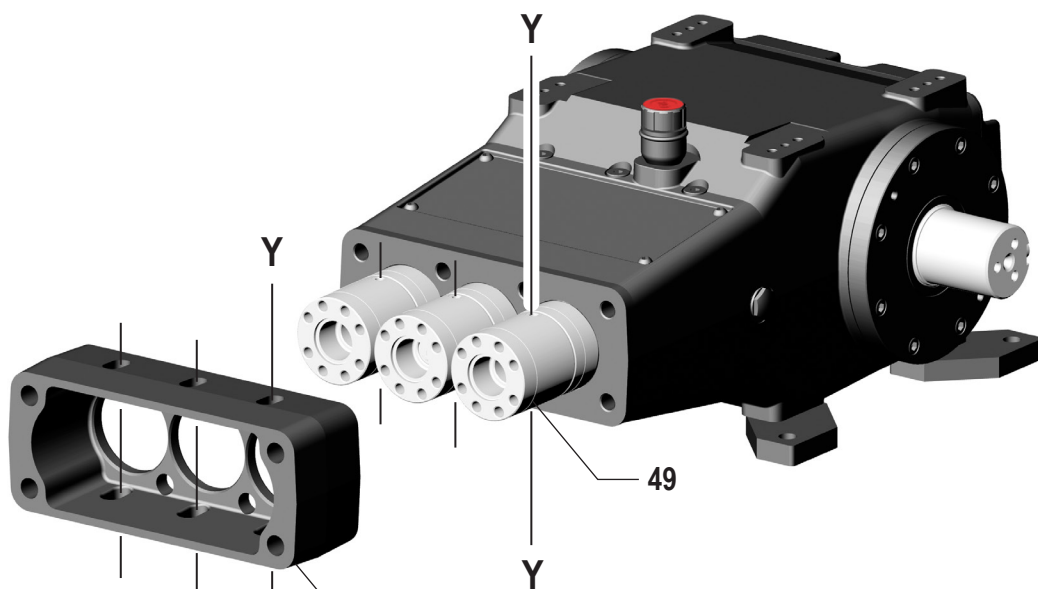
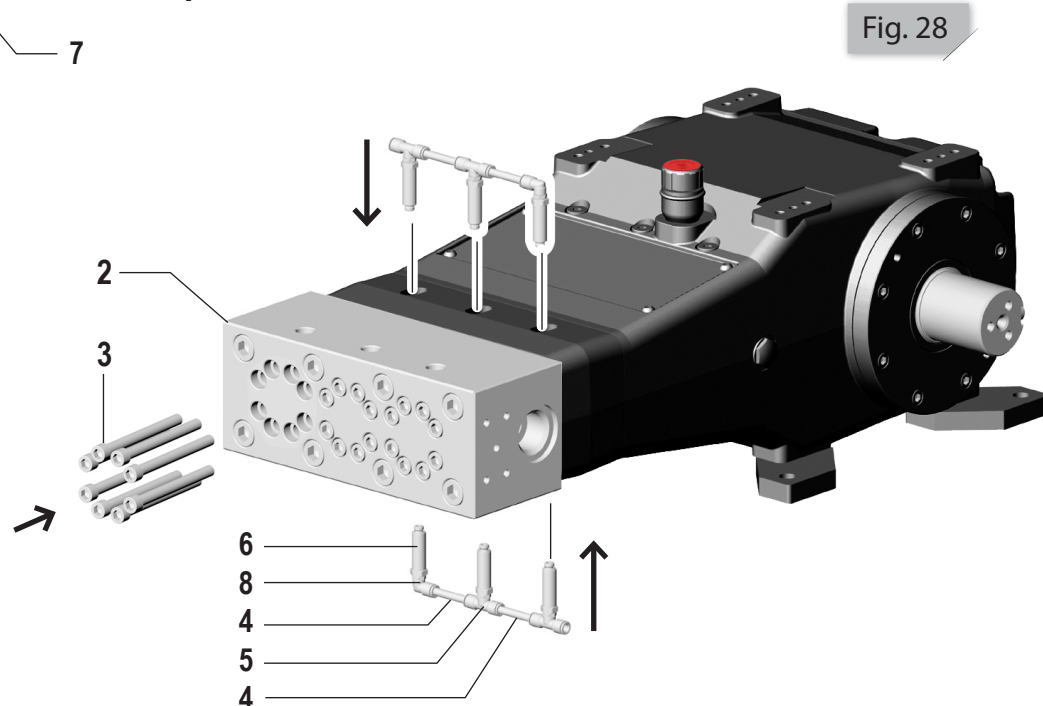

Fig. 27
Fig. 28
IMPORTANT : Avant de remonter la tête (pos. 2 - Fig. 28) mettre à la verticale l'axe Y des trous présents sur les chemises avant (pos. 49 - Fig. 27).